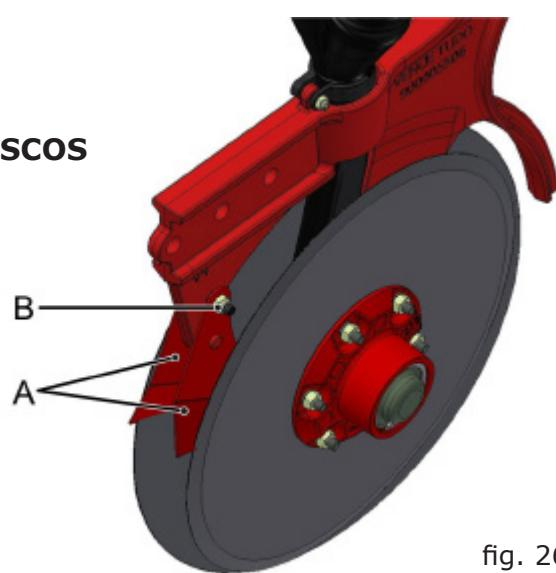

fig. 26
Realize periodicamente a regulagem dos limpadores (A) (fig. 26) dos discos duplos desencontrados. Para fazer o ajuste dos limpadores, aperte o parafuso e porca (B). Ajuste de tal forma que mantenha a eficiência de limpeza. Não aperte em demasia para não ocasionar desgaste excessivo nos limpadores.